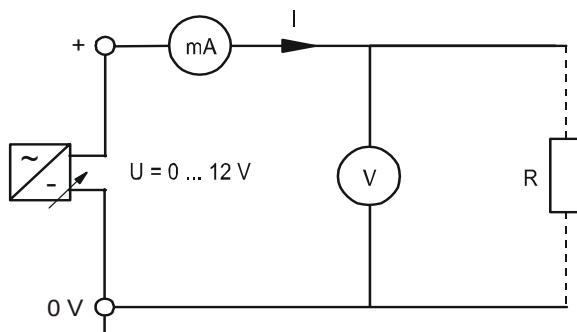

Abb. 2.2.1
- Zur Kennlinienaufnahme $I = f(U)$ ist zuerst die Schaltung nach Abb. 2.2.1 aufzubauen und jeweils bei den in Tabelle 2.2.1 angegebenen Widerständen und Spannungen die zugehörigen Ströme zu messen.